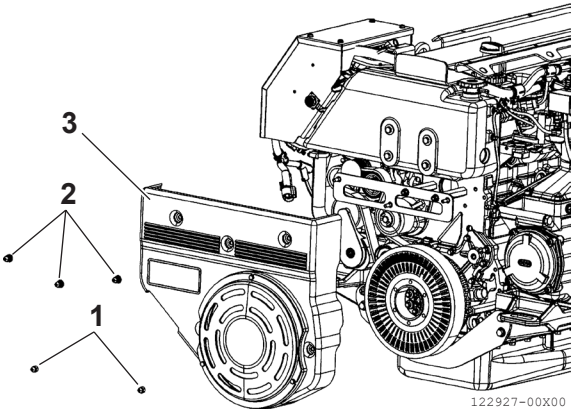

Figura 21
1. Desenrosque las tuercas (**Figura 21 [1]**), (**Figura 21 [2]**) y retire la protección delantera (**Figura 21 [3]**).